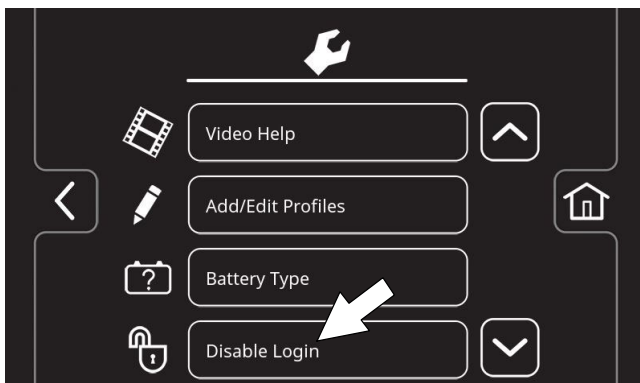

FIG. 167
4. Press the Disable Login button (Figure 167).